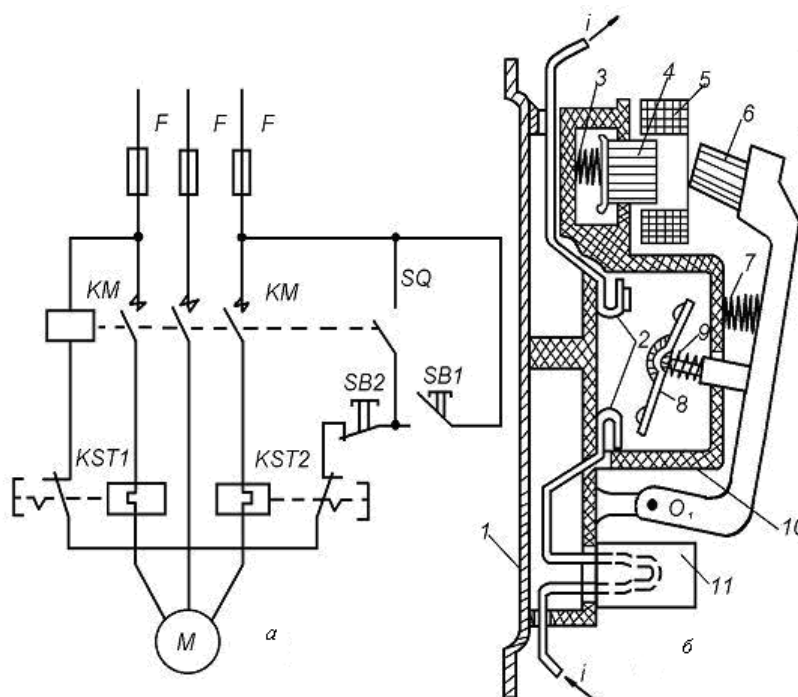

Рис. 4.6 Магнитный пускатель серии ПАЕ:
Электрическая и конструктивная схема магнитного пускателя серии ПАЕ показана на рис. 4.6. При нажатии кнопки SB1 подается питание в катушку контактора КМ(5) через размыкающиеся контакты тепловых реле KST1, KST2 и кнопку SB2. Якорь электромагнита 6 притягивается к сердечнику 4, вращаясь вокруг оси O_1 . При этом неподвижные контакты 2 замыкаются подвижным контактным мостиком 8. Нажатие в контактах обеспечивается пружиной 9. Одновременно замыкаются вспомогательные контакты SQ (рис. 4.6, а), которые шунтируют кнопку SB1. При перегрузке электродвигателя срабатывают оба или одно тепловое реле 11, цепь катушки размыкается контактами KST1 и KST2. При этом якорь 6 больше не удерживается сердечником и под действием собственной массы и пружины 7 подвижная система переходит в отключенное положение, размыкая контакты. Двукратный разрыв в каждой фазе и закрытая камера 10 обеспечивают гашение дуги без специальных устройств. Точно так же происходит отключение пускателя при нажатии кнопки SB2.